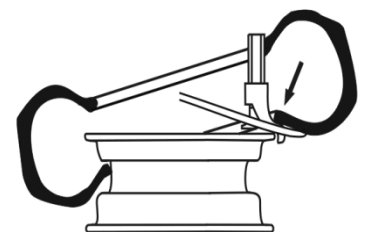

Fig. 19
- Herhaal deze handeling voor de andere zijde van de band (fig.19).